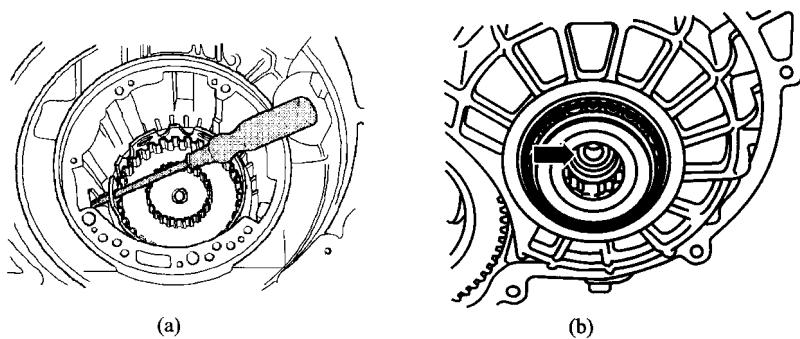

图 5-21 松开小输入轴螺栓
(13) 将螺丝刀插人大太阳轮的孔内,以固定行星齿轮机构,从变速器后端松开小输入轴螺栓,如图 5-21 所示。